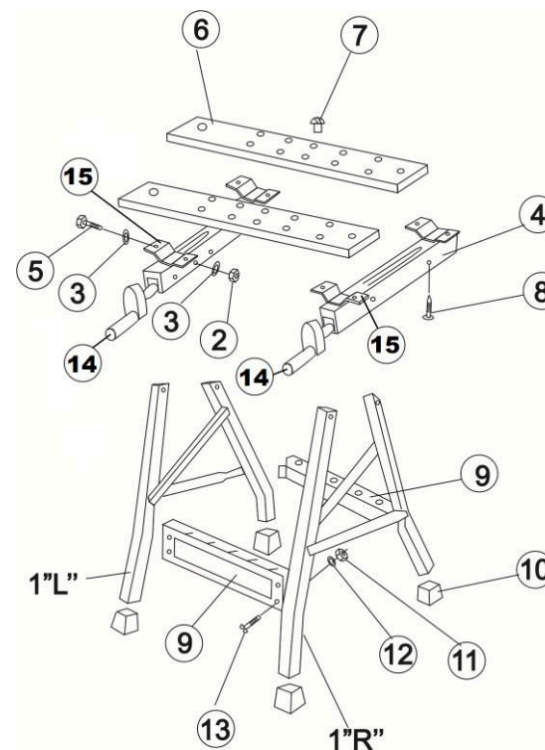

Рис. 1
## СБОРКА ВЕРСТАКА (Рис. 1, 2)
**Примечание:** Используя (детали крепления) винты (13), шайбы (12) и гайки (11), совместив отверстия, закрепите поперечные планки (9) на передних и задних стойках боковых рам (1), Рис. 1.
**Примечание:** При сборке верстака, как показано на Рис. 1, винты устанавливаются с внешней стороны, а гайки - с внутренней.
### КОМПЛЕКТНОСТЬ (Рис. 1, 2):